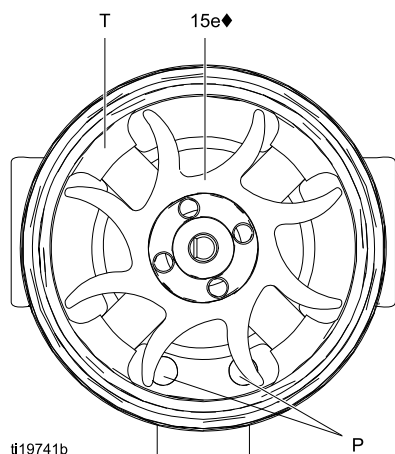
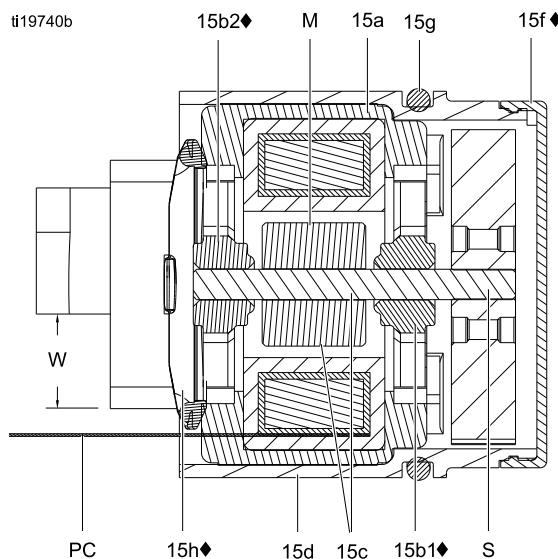

Figure 34 Orientação da ventoinha
Figure 35 Secção cruzada do alternador
12. Segure o conjunto da bobina (15a) numa bancada de trabalho com a secção da ventoinha para cima. Instale a ventoinha (15e♦) na secção comprida do veio (S). As lâminas da ventoinha devem estar orientadas conforme apresentado.
13. Pressione cuidadosamente o conjunto da bobina (15a) para a frente do compartimento (15d♦) alinhando o pino na bobina com a ranhura no compartimento. O conector de 3 fios (PC) deve ser posicionado abaixo da ranhura maior (W) das abas do compartimento, de acordo com a Fig. 35. Verifique se os pinos de alinhamento na bobina (P) estão posicionados como se vê na Fig. 34.
14. Rode a ventoinha (15e) de modo a que as lâminas desimpeçam as quatro abas da chumaceira (T) na traseira do compartimento (15d). Certifique-se de que as lâminas da chumaceira inferior (15b1♦) ficam alinhadas com as abas.